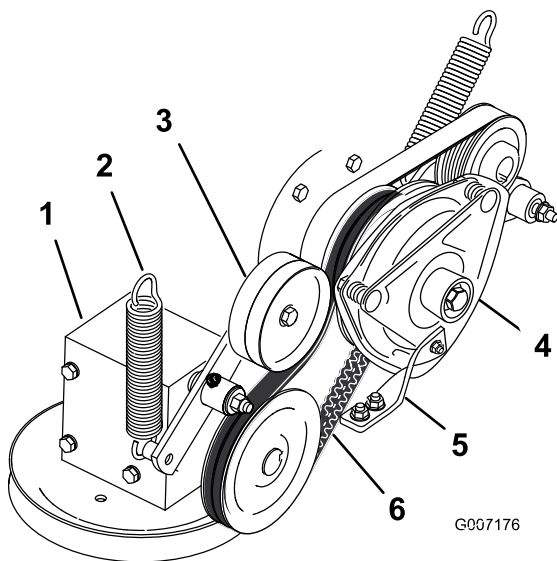

Figure 63
4. Décrochez le ressort du bras de la poulie de tension (Figure 63).
7. Montez la nouvelle courroie d'entraînement de PDF autour de la poulie d'embrayage et de la poulie du boîtier d'engrenages (Figure 63).
9. Raccrochez le ressort au bras de la poulie de tension (Figure 63).